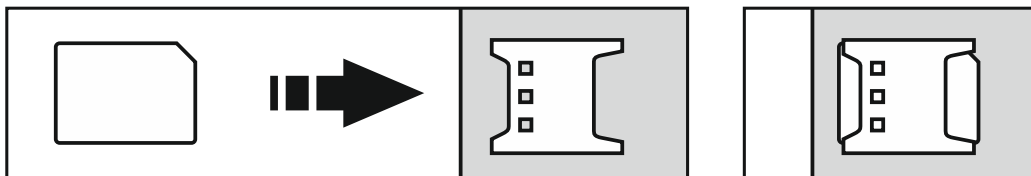

Fig. 13. Mode d'installation de la carte nano-SI.
3. Insérez la carte / les cartes SIM au logement / aux logements (fig. 13).